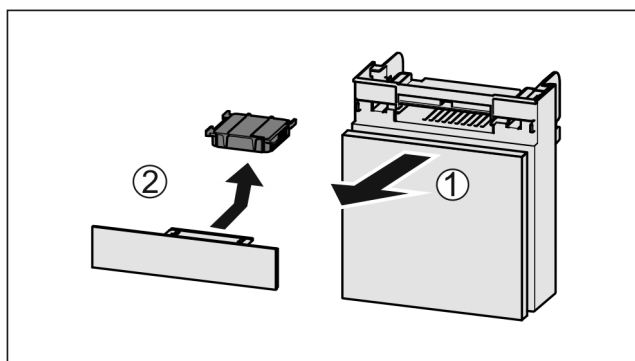

Fig. 114
- Fach nach vorne herausziehen Fig. 114 (1).
- Aktivkohlefilter entnehmen Fig. 114 (2).